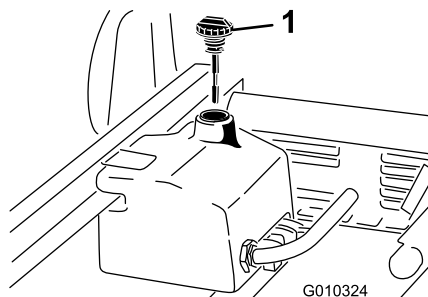

図 65
4. 油圧オイルタンクの注油口周辺をきれいに拭き、キャップを外す 図 65。
6. 補給口の首からディップスティック 図 65 を抜き、ウェスできれいに拭う。